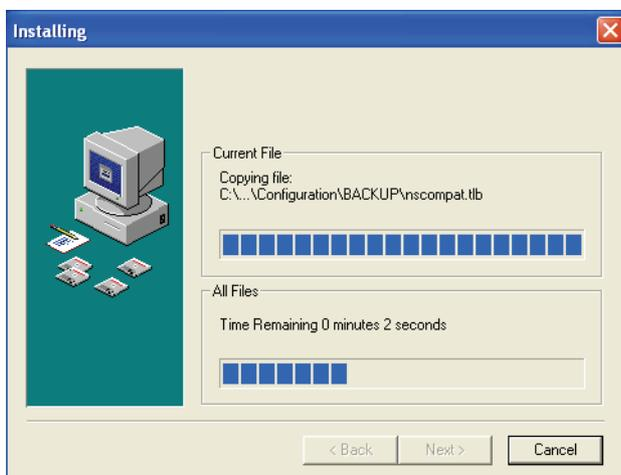

Abbildung 8.5: Installation der Software
- Folgen Sie den Anweisungen im Fenster und klicken Sie dann auf [Next]. Daraufhin beginnt die Installation der Software (siehe Abbildung 8.5).